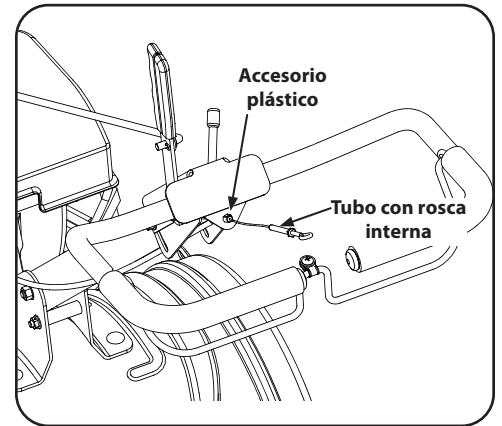

Figura 2-7
3. Empuje el cable a través del orificio del centro de la manija e introduzca a presión el accesorio plástico. Vea la Figura 2-7.